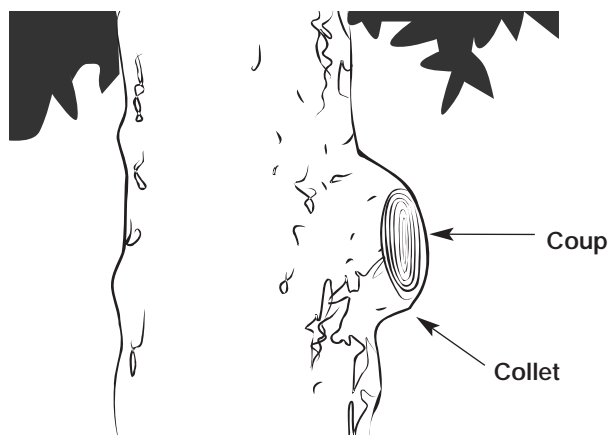

Fig. 9
3. Coupez le collet de la branche afin d'éviter d'endommager l'arbre. (Fig. 9)